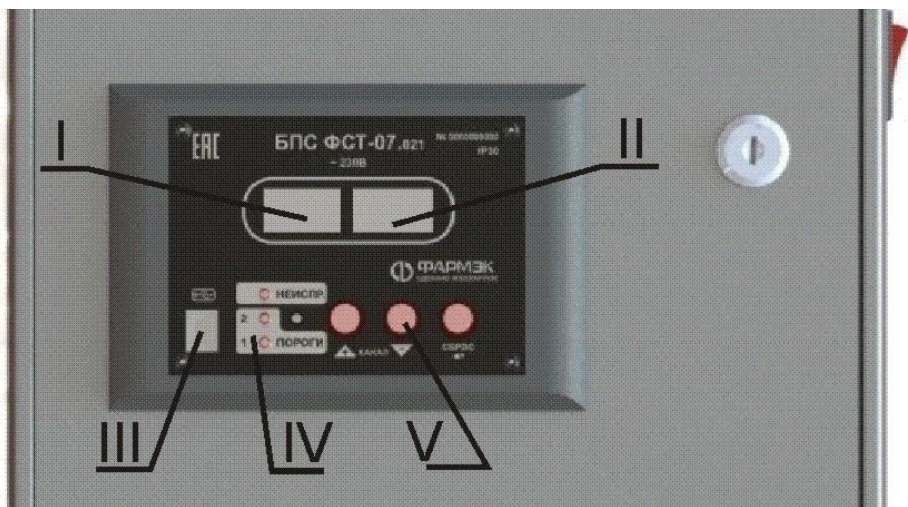

Рисунок 4.2 Вид панели управления БПС
- управляющий контроллер, размещен за панелью управления на крышке прибора, см. рисунок 4.2.
- блок питания (II) и плата интерфейсов (I), с клеммами для подключения исполнительных устройств (X) и клеммой входа разрешения (XI);
- клемник для подключения 230В (V), X1 на монтажной схеме;
- штуцер 3/8" (VIII) для подключения воздухопровода подачи пробы и кран (IX), для регулирования расхода при внешнем избыточном давлении;
- микрокамера (IV), в которую устанавливается встраиваемый БД типа ФСТ-03В1 (III), подключаемый к каналу 1 БПС;
- блок микронаноса, состоящий из вентилятора (VI), создающего разрежения в тракте подачи пробы, и расходомера измеряющего перепад давления в сужающем устройстве (VII);
- тракт подготовки пробы, состоящий из трехходового крана с электроприводом (XVI), канала продувки (XV) и сепаратора для отделения конденсата (XII, XIII, XIV) с прозрачной колбой. В рабочем режиме сепаратор должен быть заполнен водой, излишки удаляются через отверстие в колбе.
4.2 Внешний вид панели управления БПС показан на рисунке 4.2 БПС имеет двойное информационное табло (отсчетное устройство). На левой части табло (I) отображается номер выбранного канала, тип измеряемого газа, информация о состоянии канала, либо “Подача пробы”, режим работы БМ и состояние воздушного тракта (открыт/закрыт).